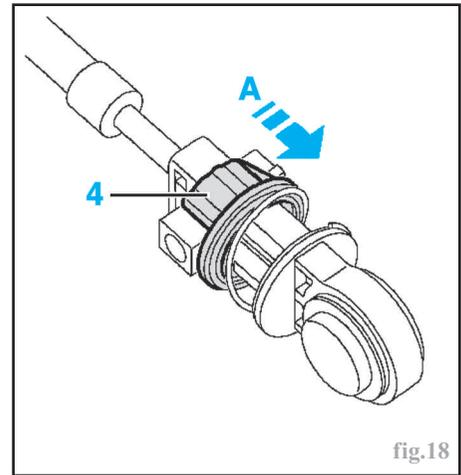

fig.18
• dans le compartiment moteur, glisser le verrouillage (4) (fig.18) en comprimant le ressort sur le câble de sélection (flèche A) et déverrouiller le mécanisme